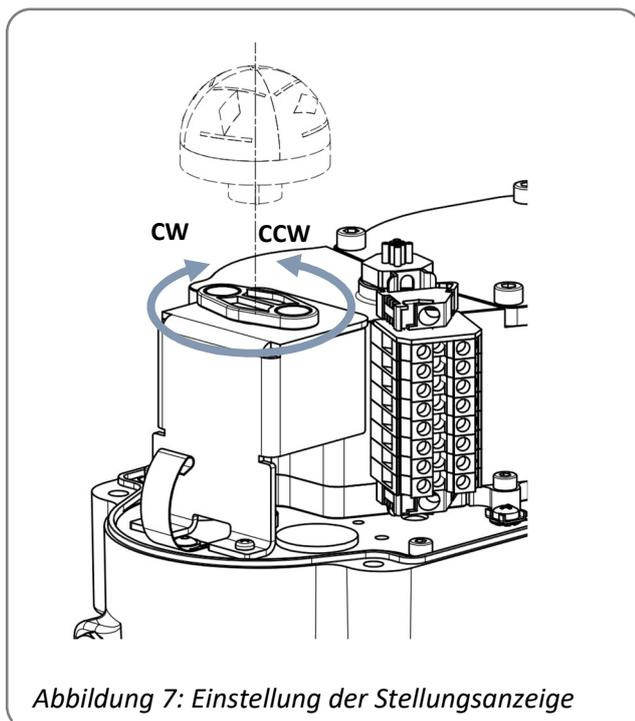

Abbildung 7: Einstellung der Stellungsanzeige
Nutzen Sie den in *Abbildung 7 Pos.3* gezeigten Nockenschlüssel zum Einstellen der Schaltnocken!
- Nocke des CCW-Zusatzwegscharter (Abbildung 7, Pos. 1) mit dem mitgelieferten Nockenschlüssel soweit entgegen dem Uhrzeigersinn drehen, bis der Mikroschalter hörbar klickt.
- Nocke des CW-Zusatzwegscharter (Abbildung 7, Pos. 2) mit dem mitgelieferten Nockenschlüssel soweit im Uhrzeigersinn drehen, bis der Mikroschalter hörbar klickt.